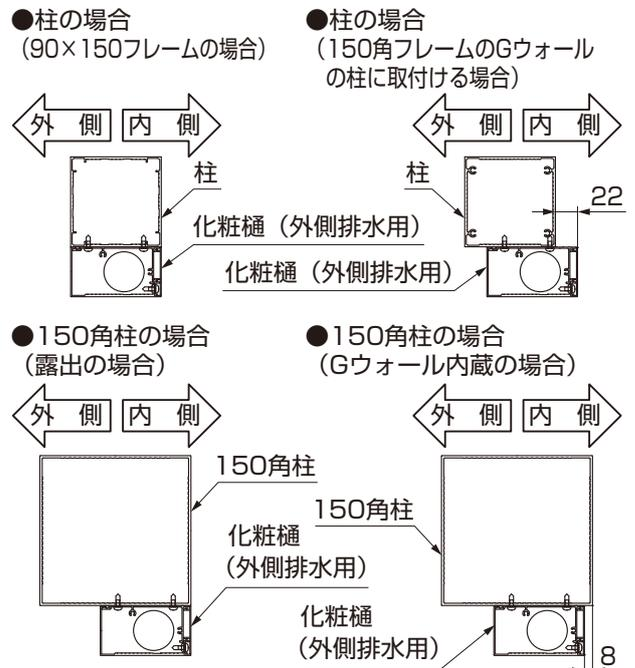

図11-106
- ②化粧樋 (意匠部) の排水側に92°エルボ用の穴加工をし、化粧樋 (ベース部) にはめ込み (図11-106参照)、裏面を [9-1] で固定してください。
- ③化粧樋 (カバー部) を化粧樋 (ベース部) にはめ込んでください。